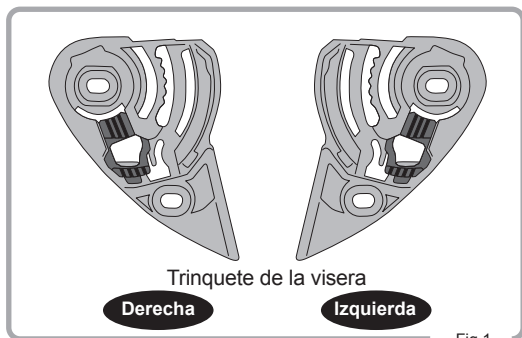

Fig.1
1. Compruebe el lado del trinquete de la visera (Fig.1).